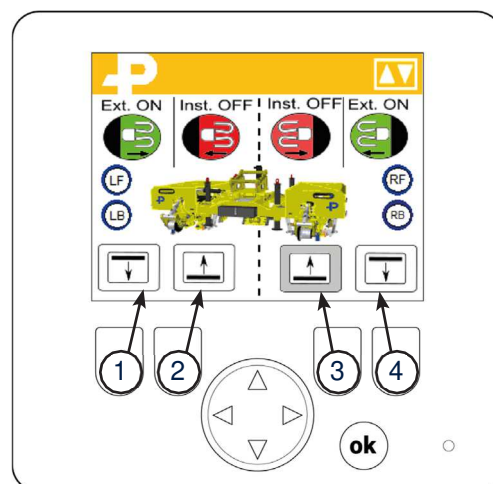

Fig 31. Lever l'outil en cas d'obstacle
2. Appuyez sur les boutons 2,3, Fig 31 et maintenez l'appui pour relever les outils.
4. Lorsque l'obstacle est franchi, appuyez sur les boutons 1,4, Fig 31 et maintenez l'appui pour revenir en mode de travail.